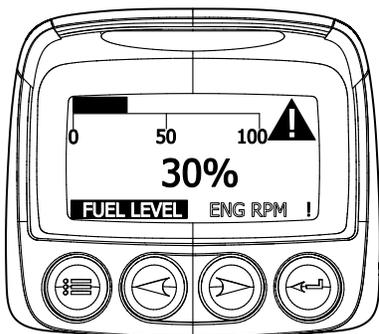

Figura 15. Indicador de combustible
2. Gire la llave de encendido a la posición de arranque y lea el indicador de combustible a fin de determinar si el nivel de combustible es bajo (Figura 15).